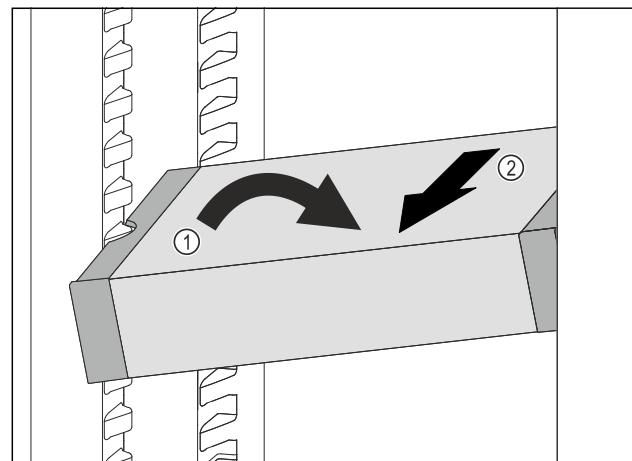

Fig. 81
- ▶ Incliner le VarioSafe dans la partie réfrigérateur. Fig. 81 (1)
- ▶ Sortir le tiroir VarioSafe par l'avant. Fig. 81 (2)